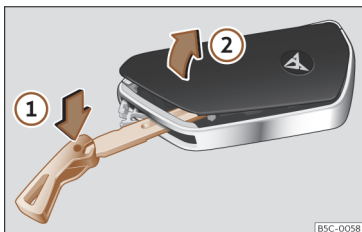

Fig. 66 Llave del vehículo: abrir la tapa del compartimento de la pila.
- Introduzca el espadín en la ranura >>> **fig. 66**, presiónelo en el sentido de la flecha ① y desprendra la tapa haciendo palanca ②.